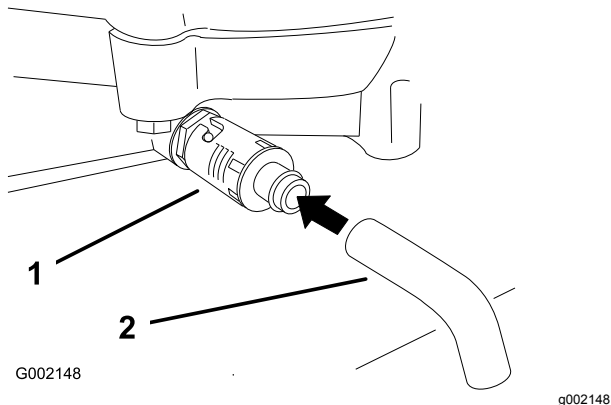

Figura 23
4. Coloque un recipiente debajo del tubo de vaciado. Gire la válvula de vaciado para que se drene el aceite (Figura 23).